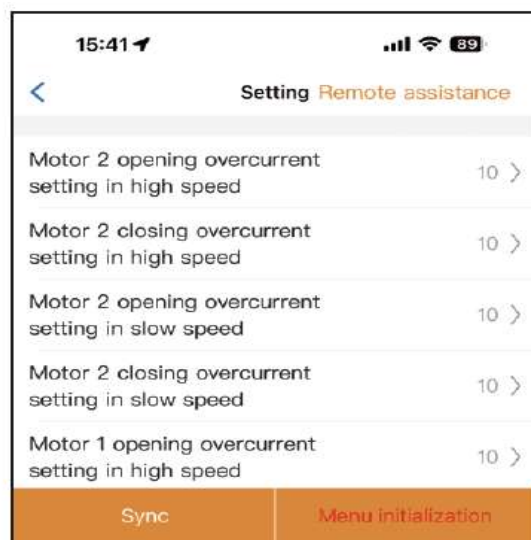

Fig 12
Paso 2. Configure los parámetros en la APP (Fig. 12).